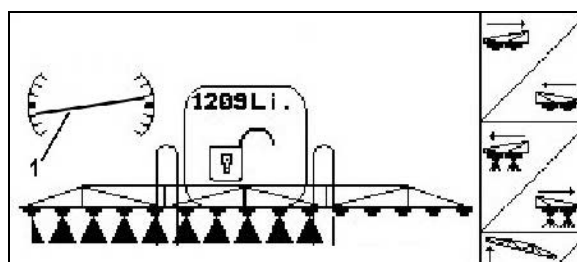

Fig. 86
- I arbetsmenyn indikeras nu den aktuella lutningen (Fig. 86/1) som nu är speglad, d v s nu är den högra rampsidan upplyft.